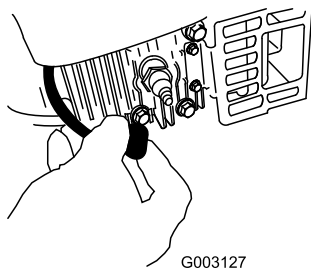

Figura 34
2. Staccate il cappellotto dalla candela (Figura 34) prima di eseguire interventi di manutenzione.